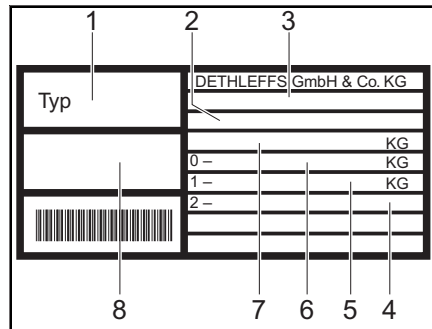

Bild 163 Kinderbettleuchte
- Leuchtenabdeckung der Kinderbettleuchte (Bild 163) leicht zusammendrücken und abnehmen.